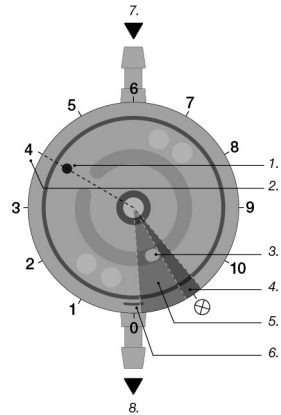

Fig. 10: Représentation schématique du rotor radio-graphié
La position de l'entrée du canal (1) est décisive ici (fig. 10). Elle est déterminée par la position du rotor.
La position de l'entrée du canal (1) indique le niveau de réduction du flux (2) réglé (fig. 10). Si la position de l'entrée du canal se trouve dans la zone gris foncé (4), l'unité de réduction du flux et ainsi le système de dérivation sont fermés (plage de désactivation du shunt, «M.flow off» ⊗). Pour ne pas lire le niveau de réduction du flux à l'envers, la butée (3) du rotor sert à l'orientation : sur une vue de dessus de la valve implantée, comme à la fig. 10, la butée du rotor est visible sur le côté inférieur droit.